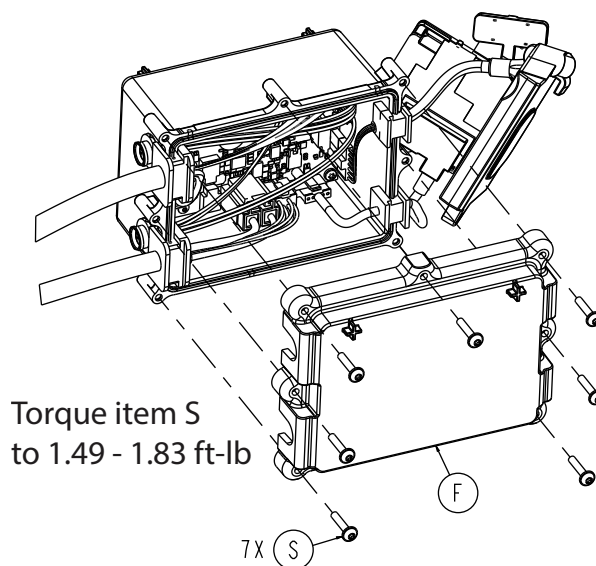

Figure 63 – Retirer les vis du couvercle supérieur HBC
10. À l'aide d'une clé Torx T20, retirer les sept vis de taraudage à tête ronde à embase (S) qui fixent le couvercle supérieur (F) à l'ensemble de boîtier HBC (Figure 63). Retirer et conserver la housse supérieure. Conserver les vis.